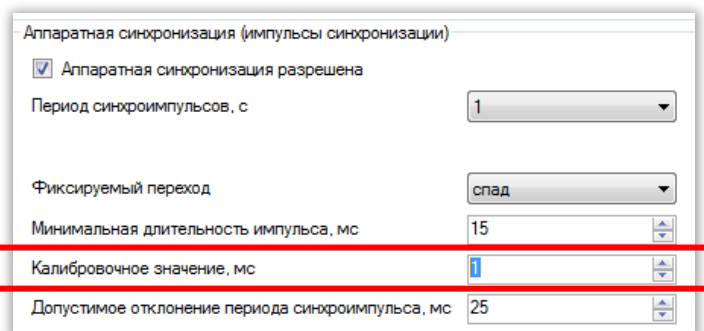

Рисунок 27 – Настройка калибровочного значения
9.1.7 Задать калибровочное значение сигнала синхронизации в миллисекундах из допустимого диапазона (см. рисунок 27). Калибровочное время учитывает затраченное время на прохождение данных (аппаратного импульса) по сети от источника (например, система АСУ) к приемнику (терминал).